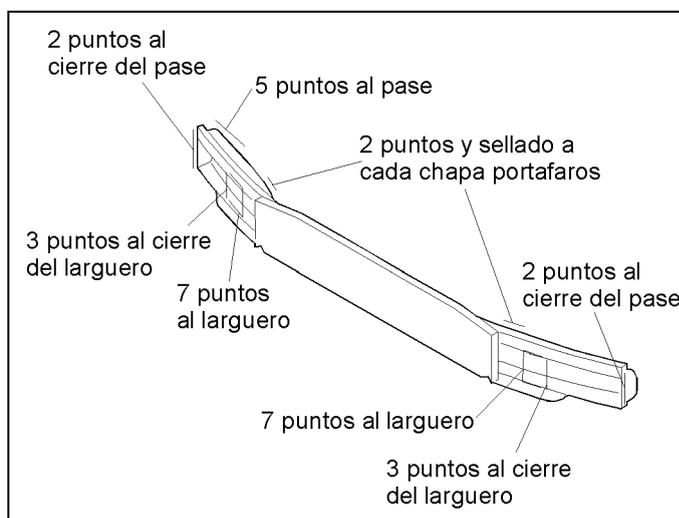

Figura 27.- Unión de la traviesa inferior
En la figura 27, se muestra la unión de la traviesa inferior con el resto de la carrocería.
- Traviesa inferior (figura 27).